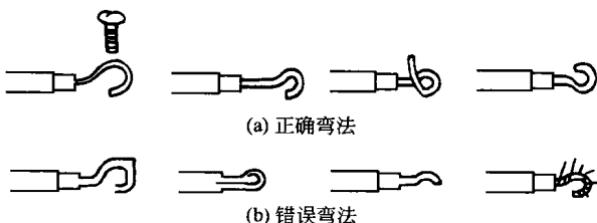

图 1-4 用尖嘴钳弯导线端头
- ② 带有刃口的尖嘴钳能剪断细小金属丝。
- ③ 在安装控制线路板时，弯制单股芯线的压接圈的操作方法如图 1-4 所示。